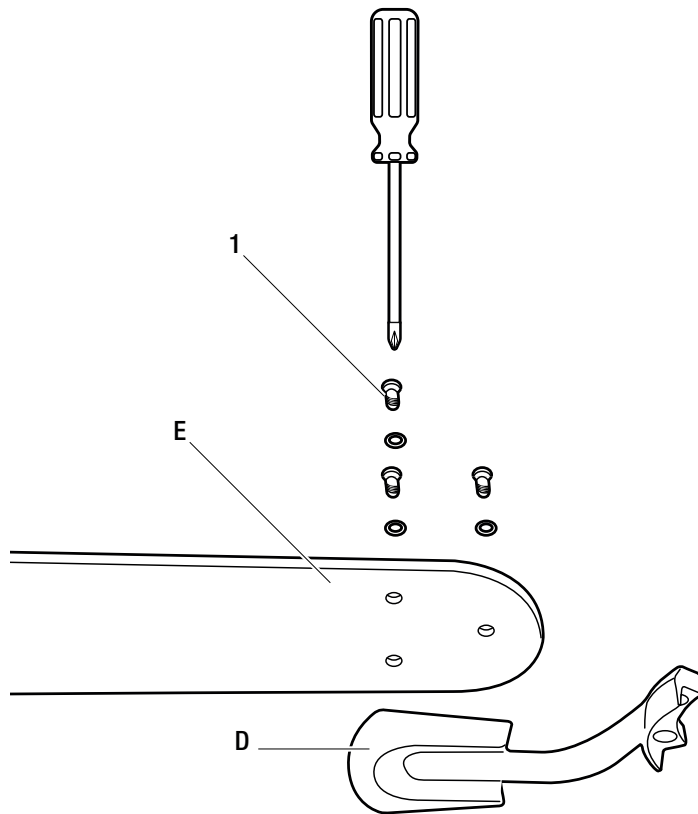

Figura 12
- Monte los porta aspas (D) a las aspas del ventilador (E) usando los tornillos (1) proporcionados – 3 por asa (Figura 12). Note que las arandelas de goma están preinstaladas al porta aspas (D).